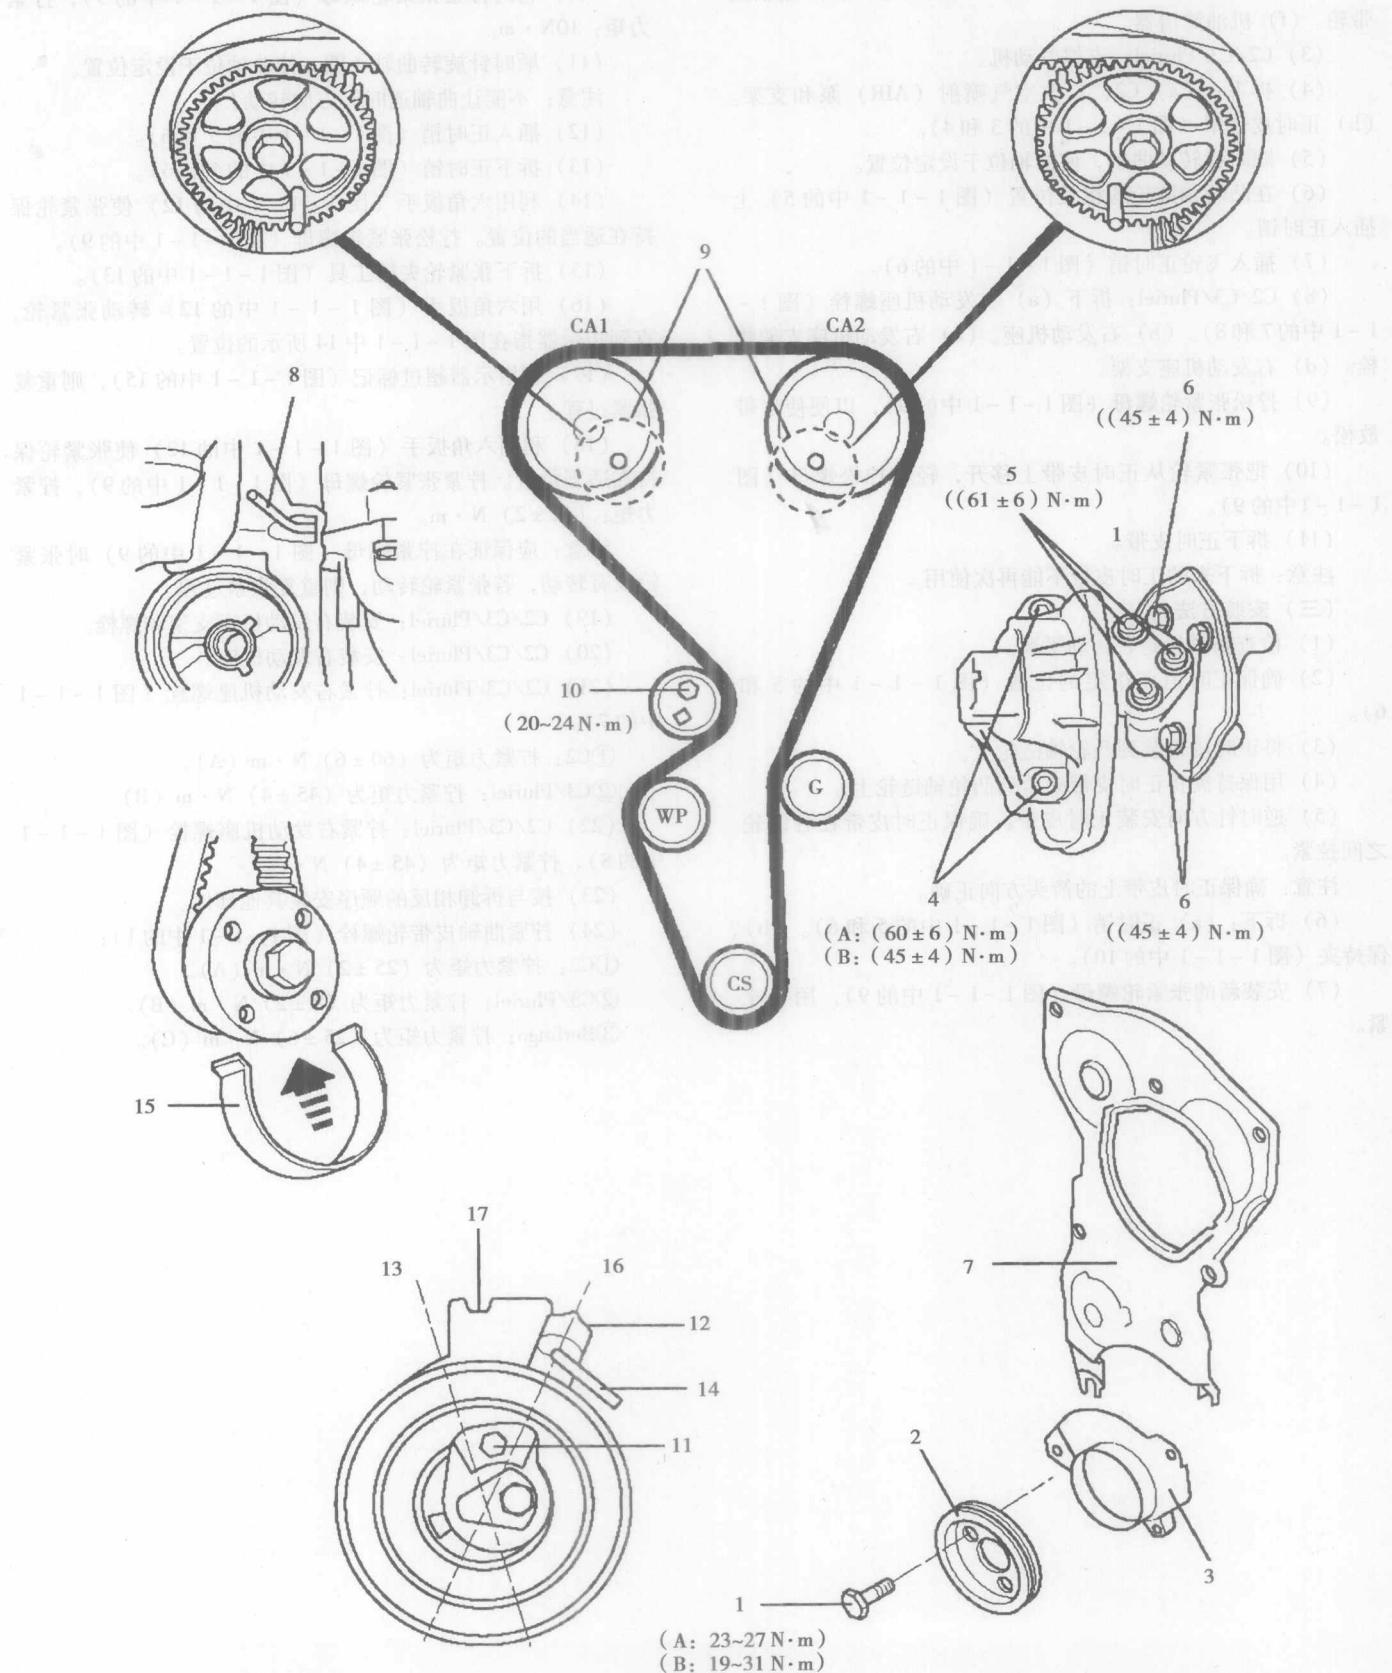

图 1-1-2 示意图
(一) 示意图 (图 1-1-2)
- (1) 将车身前端举起并支撑好。
- (2) 拆下: (a) 右前轮。(b) 右挡泥板。(c) 辅助驱动带。(d) 曲轴皮带轮螺栓 (图 1-1-2 中的 1)。(e) 曲轴皮带轮 (图 1-1-2 中的 2)。(f) 机油滤清器。
(3) 支撑发动机。
- (4) 拆下: (a) 正时皮带下罩 (图 1-1-2 中的 3)。(b) 右发动机座螺栓 (图 1-1-2 中的 4 和 5)。(c) 右发动机座。(d) 右发动机座支架螺栓 (图 1-1-2 中的 6)。(e) 右发动机座支架。(f) 正时皮带上罩 (图 1-1-2 中的 7)。
(5) 顺时针旋转曲轴, 使曲轴位于设定位置。
(6) 安装飞轮锁止工具 (图 1-1-2 中的 8)。
- (7) 在凸轮轴链轮的相关位置 (图 1-1-2 中的 9) 上插入正时销。
(8) 拧松张紧轮螺栓 (图 1-1-2 中的 10)。
- (9) 将六角扳手插入张紧轮的相关位置 (图 1-1-2 中的 11)。
- (10) 顺时针转动张紧轮, 直到指示器 (图 1-1-2 中的 12) 指到相关位置 (图 1-1-2 中的 13)。
- (11) 用张紧轮锁止销 (图 1-1-2 中的 14) 将张紧轮锁止。
(12) 拆下正时皮带。
- (1) 检查张紧轮转动是否平滑。
- (2) 确保正时销在正确的位置 (图 1-1-2 中的 9)。
- (3) 确保飞轮锁止工具 (图 1-1-2 中的 8) 在正确的位置。
- (4) 按如下顺序安装正时皮带: (a) 从进气凸轮轴链轮 (CA1) 开始, 拉紧到排气凸轮轴链轮 (CA2)。(b) 导轮。(c) 曲轴皮带轮。用固定夹把正时皮带夹紧在曲轴链轮上。(d) 水泵泵轮。(e) 张紧轮。
- (5) 拆下: (a) 正时销 (图 1-1-2 中的 9)。(b) 飞轮锁止工具 (图 1-1-2 中的 8)。(c) 固定夹 (图 1-1-2 中的 15)。
- (6) 在张紧轮的适当位置 (图 1-1-2 中的 11) 插入六角扳手。
(7) 拆下张紧轮锁止销 (图 1-1-2 中的 14)。
(8) 转动张紧轮, 直到指示器 (图 1-1-2 中的 12) 指到正确的位置 (图 1-1-2 中的 16)。
- (9) 用张紧轮锁止销 (图 1-1-2 中的 14) 将张紧轮锁止。
(10) 拧紧张紧轮螺栓 (图 1-1-2 中的 10), 拧紧力矩: $10 \text{ N} \cdot \text{m}$ 。
(11) 顺时针旋转曲轴 4 圈, 使曲轴位于设定位置。
(12) 安装飞轮锁止工具 (图 1-1-2 中的 8)。
(13) 插入正时销 (图 1-1-2 中的 9)。
- (14) 拆下: (a) 飞轮锁止工具 (图 1-1-2 中的 8)。(b) 正时销 (图 1-1-2 中的 9)。
(15) 在张紧轮合适的位置 (图 1-1-2 中的 11) 插入六角扳手。
(16) 拧松张紧轮螺栓 (图 1-1-2 中的 10)。
(17) 拆下张紧轮锁止销 (图 1-1-2 中的 14)。